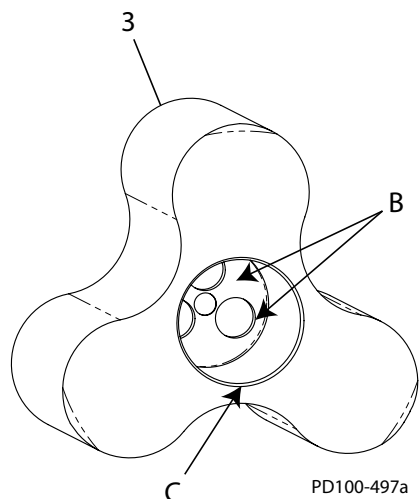

Figure 55 - Rotor Detail
1. La rainure de l'arbre des rotors (Figure 55, objet 3) doit être propre et exempte de bavures et débris (Figure 55, objet B). Le chanfrein de l'arrête (objet C) doit être exempt de bavures pour éviter d'endommager les joints toriques.